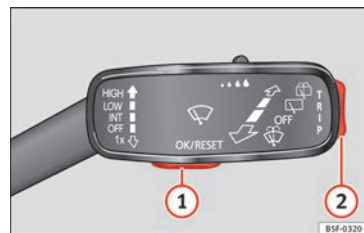
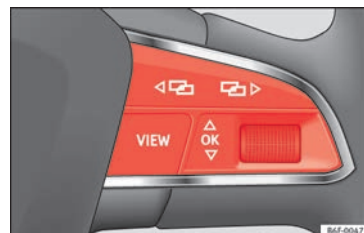

Fig. 47 Palanca del limpiaparabrisas: teclas de control.
Fig. 48 Lado derecho del volante multifunción: teclas de control.
El sistema de información para el conductor se maneja con las teclas del volante multifunción » fig. 48 o con la palanca del limpiaparabrisas » fig. 47 (si el vehículo no está equipado con volante multifunción).
- En caso de que se muestre un mensaje o el pictograma del vehículo, pulse la tecla **» fig. 47 ①** de la palanca del limpiaparabrisas o la tecla **OK** del volante multifunción **» fig. 48**.
- Si se maneja mediante la palanca del limpiaparabrisas: para visualizar el menú principal o para volver al menú principal desde otro menú mantenga pulsada la tecla basculante **» fig. 47 ②**.
- Si se maneja mediante el volante multifunción: no aparecerá la lista del menú principal. Para pasar por cada punto del menú principal, pulse la tecla **◀▶** o **▶▶** varias veces **» fig. 48**.
- Pulse la tecla basculante **» fig. 47 ②** de la palanca del limpiaparabrisas hacia arriba o hacia abajo o gire la ruedecilla del volante multifunción **» fig. 48** hasta que aparezca marcada la opción del menú deseada.
- Para consultar la opción del submenú, pulse la tecla **» fig. 47 ①** de la palanca del limpiaparabrisas o la tecla **OK** del volante multifunción **» fig. 48**.
- Marque o confirme la selección con la tecla **» fig. 47 ①** de la palanca del limpiaparabrisas o la tecla **OK** del volante multifunción **» fig. 48**.
- En vehículos sin volante multifunción: pulse la tecla basculante **TRIP** de la palanca del limpiaparabrisas » fig. 47.
- En vehículos con volante multifunción: gire la ruedecilla » fig. 48.